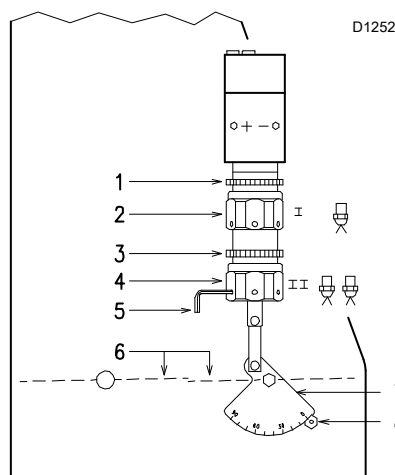

图 19
- 启动时，松开油泵上的螺栓 3)(图 19)，排出进油管路中的空气。
14 bar: 为了增大喷油量或确保环境温度低于 0°C 时的点火启动。调整油泵压力，可使用螺栓 5)(图 19 第 17 页)。